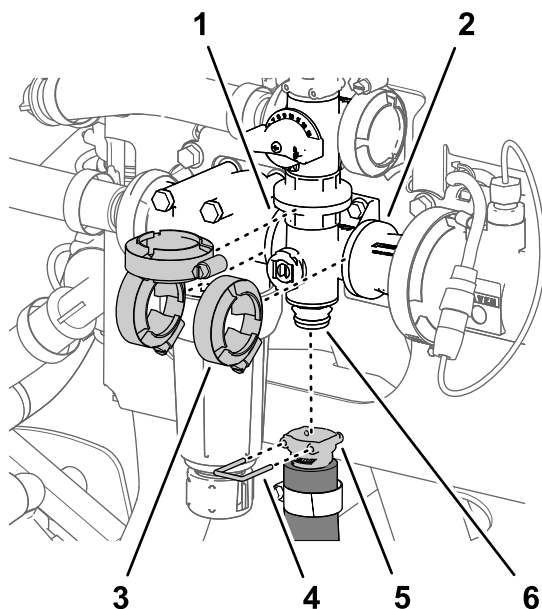
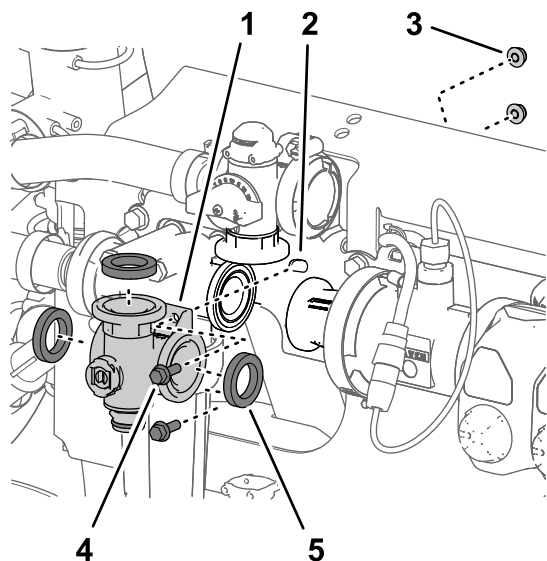

Figure 131
Figure 130
1. Alignez la bride du collecteur de la vanne d'agitation et les 3 joints sur les brides de la vanne de dérivation d'agitation, de la tête du filtre de pression et de l'adaptateur d'accouplement (Figure 130 et Figure 131).
2. Fixez légèrement le collecteur de vanne d'agitation à la vanne de dérivation d'agitation, la tête du filtre de pression et l'adaptateur d'accouplement (Figure 131) à l'aide des 3 colliers bride que vous avez retirés à la section Dépose de la vanne d'agitation du collecteur (page 88).
5. Serrez les 3 colliers bride à la main (Figure 131).
6. Fixez le raccord rapide du flexible d'agitation au raccord rapide du collecteur de vanne d'agitation à l'aide de l'étrier de fixation (Figure 131).